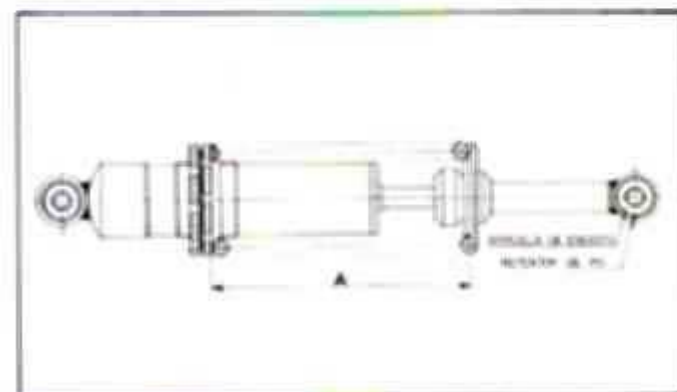

FIG. C39 - AJUSTE DA MOLA
- c. Ajustar a mola e apertá-la como mostra a figura C39.